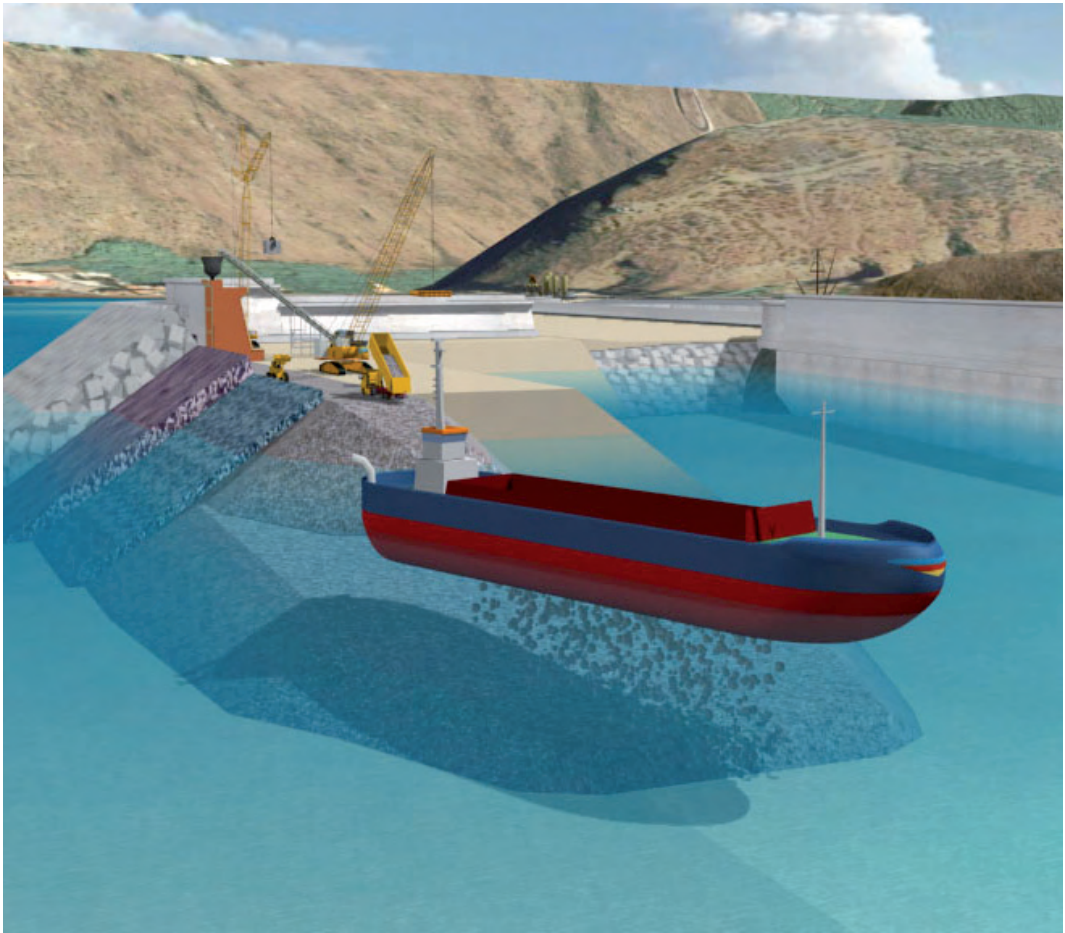

Figura 5.2 Proceso constructivo
- Descripción de los procesos constructivos (figura 5.2).